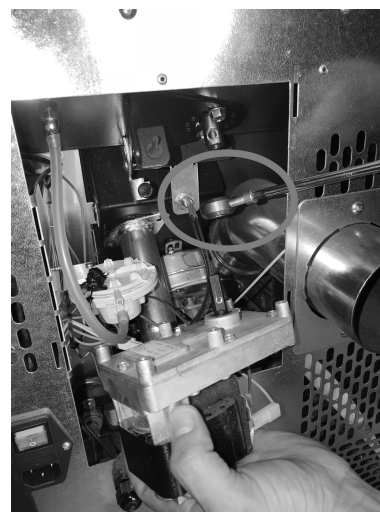

Fig. 29 - Getriebemotor entfernen
- Den Getriebemotor entfernen, dazu die Blockierungsschraube lösen (siehe **Fig. 29**).